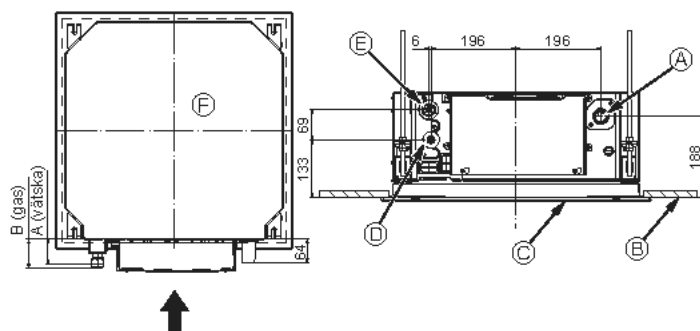

Fig. 5-7
5.4. Placering av köldmedels- och kondensvattenrör (Fig.5-7)